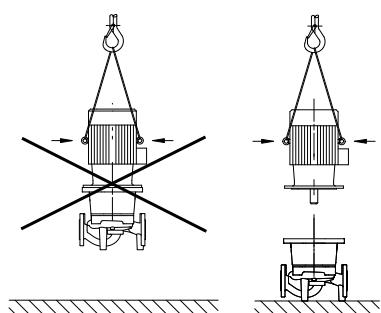

Fig. 20: Transport motora
- Upotrebljavajte podiznu očicu na motoru samo za prijenos tereta motora, a ne za prijenos čitave pumpe (Fig. 20).